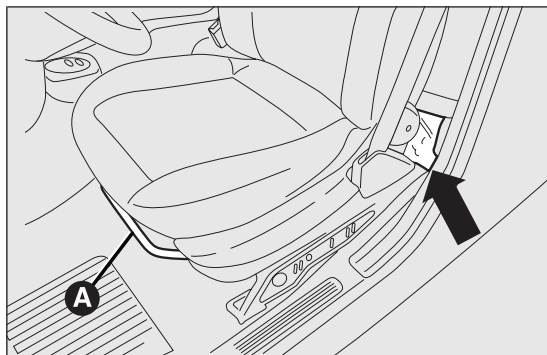

fig. 132
- per versioni Cargo: sollevare la leva A fig. 132 e spostare in avanti lo schienale del sedile anteriore sinistro per prelevare la borsa attrezzi ubicata dietro lo schienale: sganciare l'elastico di trattenimento e portarla accanto alla ruota da sostituire;